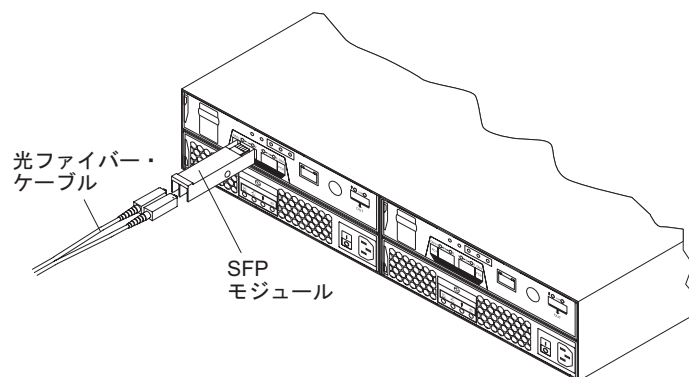

図 16. SFP モジュールのホスト・ポートへのインストール
4. クリック音がして所定の位置に収まるまで、SFP モジュールをホスト・ポートに挿入します。図 16を参照してください。